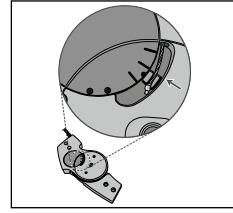

Fig. 10
16. Far scorrere l'interruttore del satellite nella Posizione Automatica (Modalità 1) (**vedere la Fig. 1**) e verificare all'interno dell'Unità Funzionale del giunto se la parte superiore del Braccio di leva si è spostata e ora è parallela al marcatore centrale (**vedere la Fig. 10**).